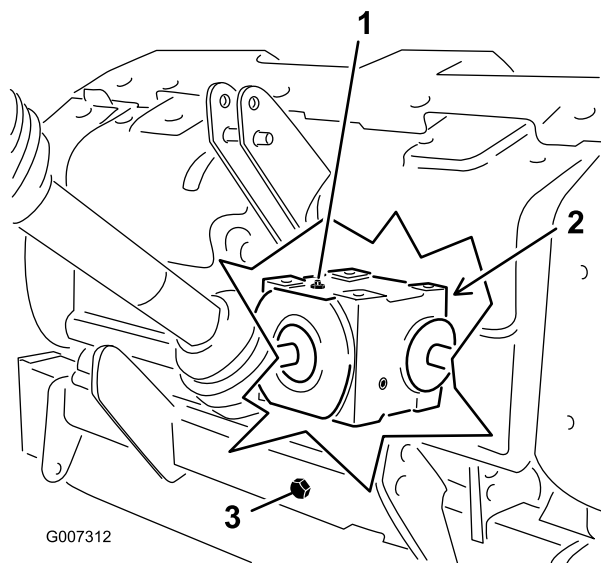

図 27
2. ギアボックスの点検プラグを外す（図 27）。
3. 点検プラグの穴のふちまで油量があればよい（図 27）。
1. 内部に異物が侵入しないよう、補給プラグおよびドレン・キャップの周囲をきれいに拭く（図 27）。